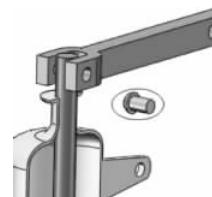

图 3-16 插入销钉
(4) 插入零件【销钉】作为手柄的配件, 放置到装配体环境中的空白位置, 如图 3-16 所示。